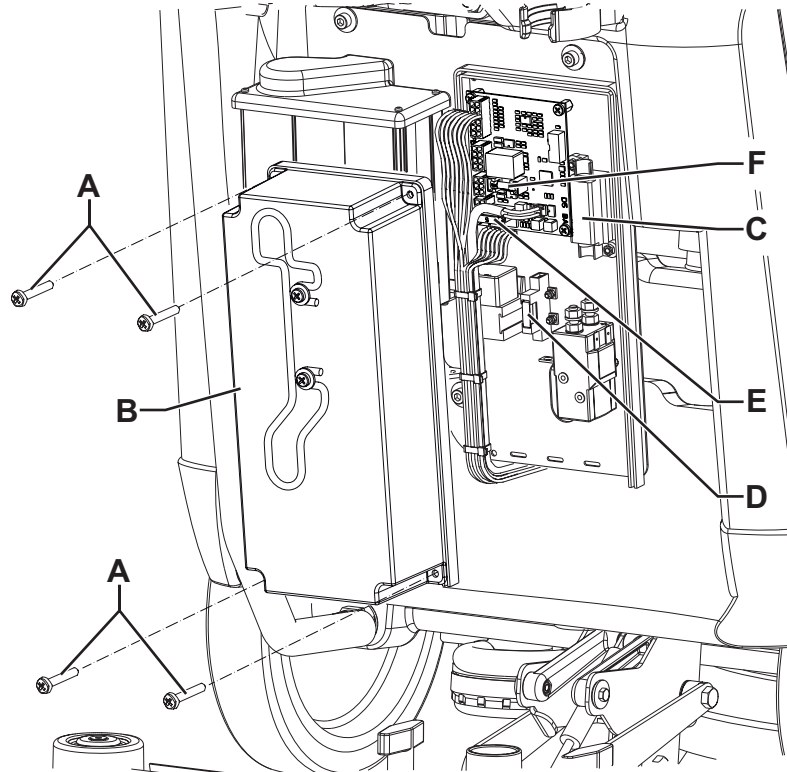

Figure 10
*Pour de plus amples informations relatives au fonctionnement du chargeur de batterie (26), consulter le manuel spécifique.*
1. Débrancher le connecteur (29) des batteries.
2. Enlever les vis (A, Fig. 10) et sortir le couvercle (B) du boîtier électrique.
- (C) : Fusible à ruban F1 (40 A), moteur brosse
- (D) : Fusible à lamelle F2 (30 A), système d'aspiration.
- (E) : Fusible à lamelle F3 (5 A), électrovanne et carte électronique
- (E) : Fusible en verre (20 A), système de déclenchement brosse